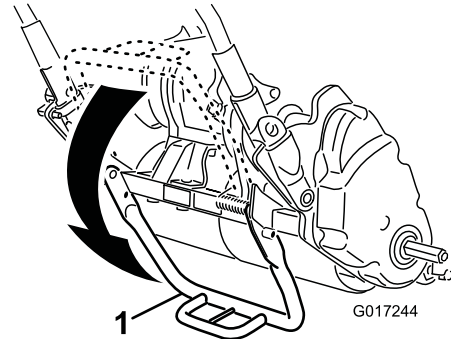

图19
1. 用脚踩下支架向上拉起手柄支架直至支架向前旋转并通过中心位置 图19。